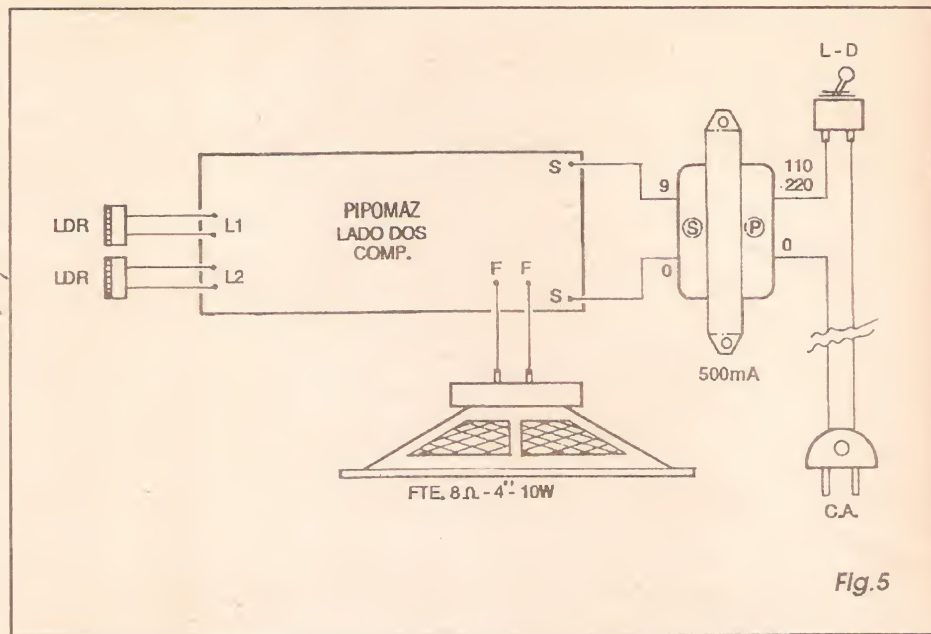

Fig. 5
- FIG. 5 - CONEXÕES EXTERNAS À PLACA - O circuito impresso é ainda visto pela sua face não cobreada, enfatizando-se agora as ligações externas... Os dois LDRs devem ter seus terminais (não polarizados...) ligados aos conjuntos de ilhas/furos marcados com L1 e L2... Os terminais do alto-falante vão (através de pedaços de fio isolado, no conveniente comprimento...) aos pontos F-F. Finalmente, os dois fios aproveitados do secundário do trafo (correspondentes aos terminais de 0V e 9V, conforme já visto...), vão aos pontos S-S... Observar também as conexões do primário (P) do transformador ao interruptor geral e respectivo *rabicho* (em dúvida, consultar a figura 4-A...). Notar ainda que os dois LDRs, muito provavelmente deverão também ser conectados à placa através de pares de fios finos, de modo a mais confortavelmente organizar seu posicionamento nos respectivos tubos, conforme mostrarão as próximas figuras...